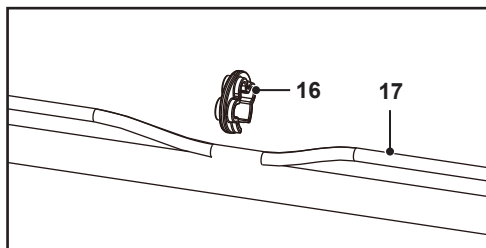

Fig. 3
6. Fixează cablul de interconectare (17) cu două cleme de cablu (16) (Fig. 3). Trage cablul de interconectare (17) pentru a evita contactul cu roata spate (11), dacă este necesar.